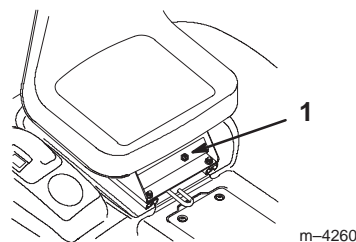

Figure 17
2. Introduisez la clé dans le commutateur KeyChoice (Fig. 17).